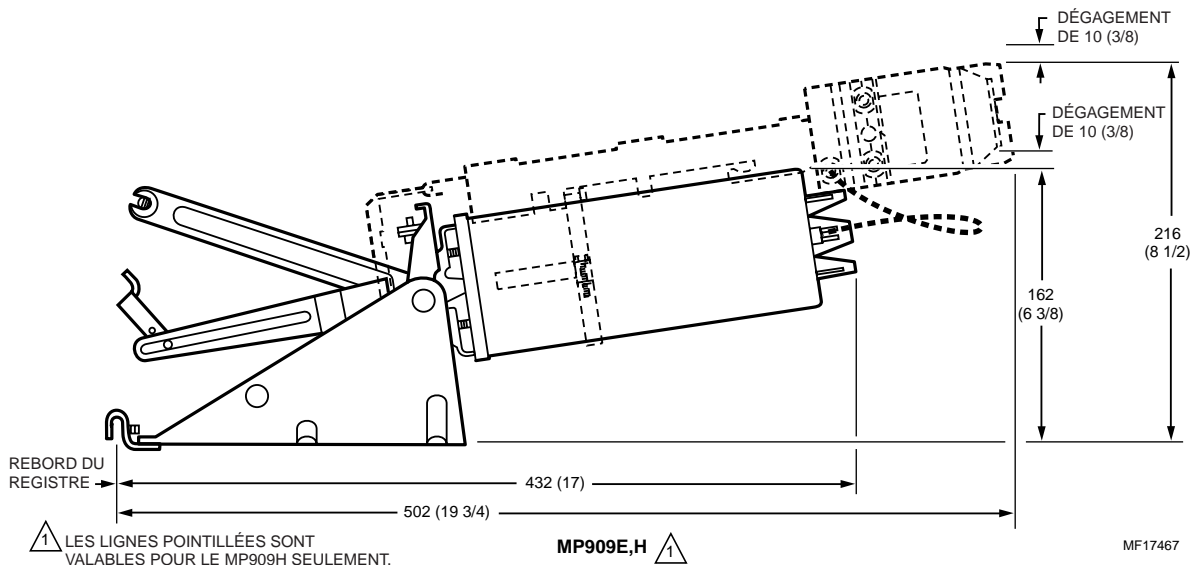

Fig. 11. Encombrement de l'actionneur normalement fermé en mm (po), montage interne.
1. Voir la fig. 11 pour connaître l'encombrement pour le montage interne d'un registre normalement fermé.